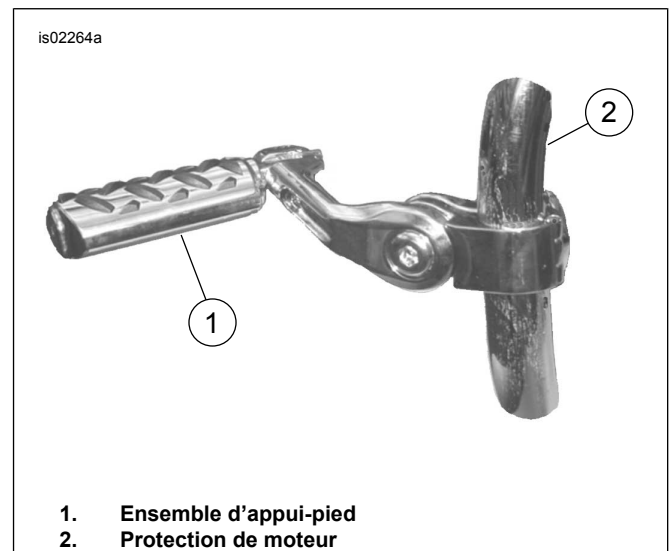
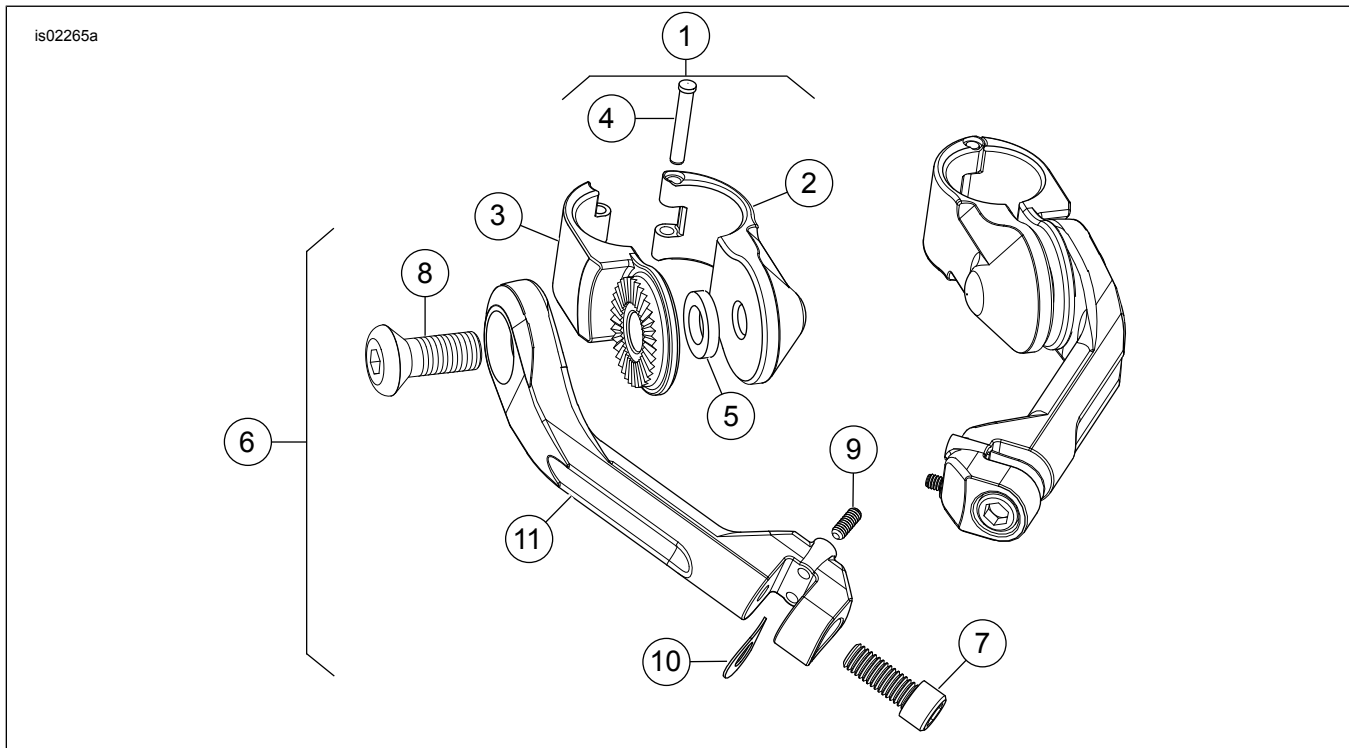

Figure 1. Ensemble d'appui-pied installé sur la protection du moteur
Figure 2. Pièces détachées : kit de montage d'appui-pied sur protection de moteur
Voir Figure 2 et Tableau 1.
2. Voir Figure 2. Prendre le collier de montage (1) du kit. Placer les moitiés du collier autour de la protection de moteur à la hauteur souhaitée et installer avec la tête de l'axe de charnière orientée vers le haut. La face « crantée » du collier doit faire face au bras de rallonge.
3. Prendre la rondelle (5), la vis (8) et l'un des bras inclinés (11) (long ou court, selon le numéro du kit) du kit. À l'aide de la vis, aligner et installer le bras incliné avec la rondelle (5) placée entre les ergots du collier.
4. Voir Figure 1. Positionner le bras incliné de sorte que l'appui-pied pivote vers le haut et vers l'arrière de la moto. Ne pas complètement serrer pour l'instant.
5. Voir Figure 2. Prendre l'appui-pied (vendu séparément), la rondelle à ressort en D (10) et la vis (7) du kit. Installer la rondelle à ressort en D de façon à ce qu'elle soit positionnée à l'intérieur de la monture (bras) d'appui-pied avec le bord carré du « D » vers l'intérieur de la monture. Immobiliser la rondelle et glisser l'appui-pied en position. Appliquer deux ou trois gouttes de Loctite 243 sur la vis. Installer la vis à l'appui-pied et serrer à un couple de 26 N·m (19 ft-lbs).